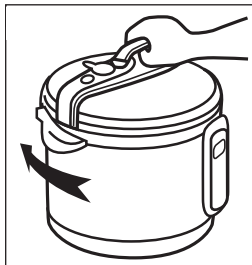

Рисунок 1
1. Откройте Крышку (2).
Возьмите Крышку (2) за Ручку (1), поверните Крышку (2) по часовой стрелке до тех пор, пока Вы не почувствуете, что крепление между корпусом прибора и Крышкой (2) ослабло и снимите Крышку (2) с прибора. См. рис. 1, 2, 3.